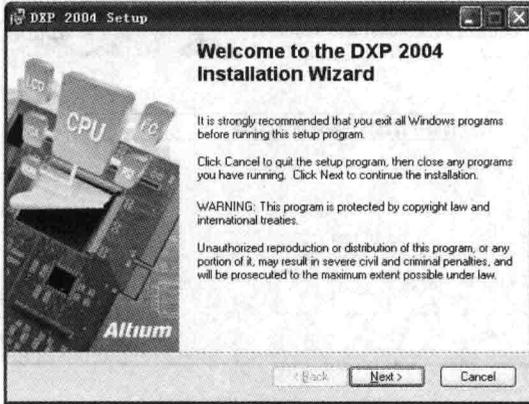

图 1-1 启动 Protel DXP 2004 安装向导
1) 在 Windows 操作系统下运行 Protel DXP 的 setup.exe 文件, 启动如图 1-1 所示的 Protel DXP 2004 安装向导。